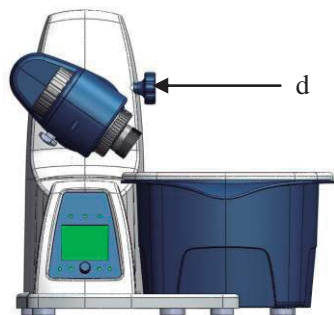

Figura 8
- Establezca un ángulo de aprox. 30°(Figura 8)